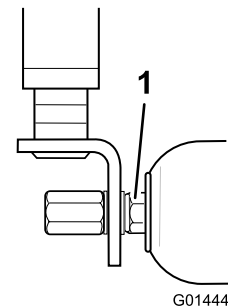

Figura 81
2. In caso di movimento eccessivo, serrate attentamente i dadi a ciascun'estremità del rullo con la chiave, quanto basta per rimuovere qualsiasi gioco all'estremità (Figura 81).